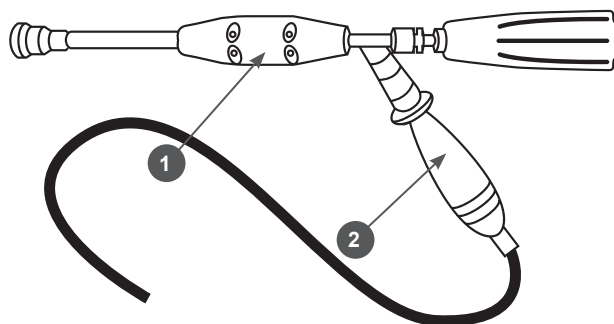

Рис. 2
- соединить струйную трубку с удлинителем и рукояткой опрыскивателя, или присоединить пистолет-распылитель 1 к рукоятке опрыскивателя 2 (Рис. 2);